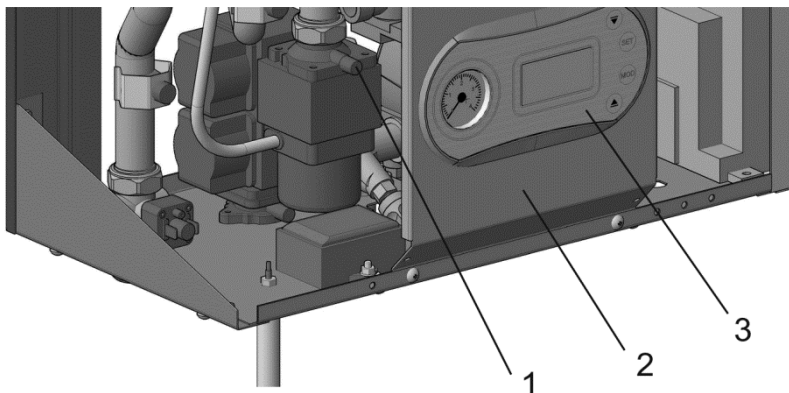

Рис. 13. Настройка уровней давления газа.
3. Вывинтить винт-заглушку из штуцера выхода газового клапана. Внимание! Не потеряйте уплотнительное кольцо! Подключить газовый манометр к штуцеру выхода газового клапана см. рис. 13.